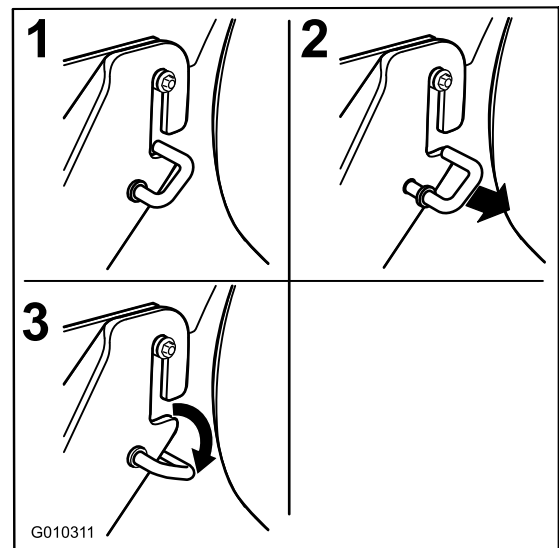

Figura 62
1. Extraiga los ganchos a resorte de las ranuras de los soportes de las pletinas de suspensión en cada lado de la plataforma (Figura 62).
5. Eleve la parte trasera de la plataforma del cortacésped y coloque los soportes de las pletinas de suspensión sobre sus pernos (Figura 62).